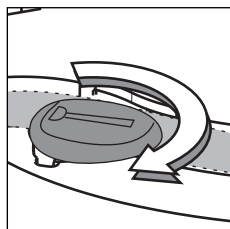

fig. 2
- rotate the tube clamps (fig. 2);